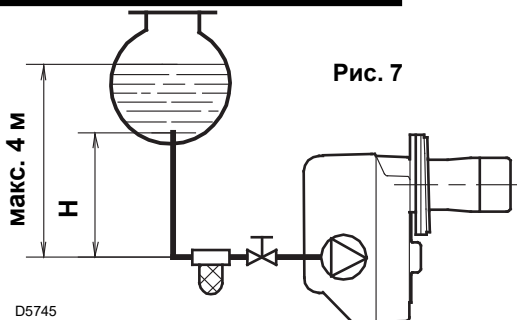
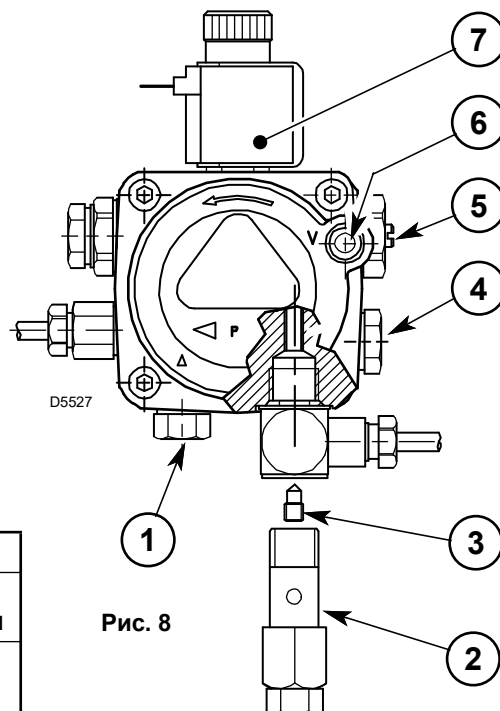

Рис. 7
Рис. 8
- Насос предназначен для работы в режиме двухходовой системы. Для работы в режиме одноходовой системы необходимо открутить штифт 2), снять перепускной винт (3), затем закрутить (2) (см. рис. 8).
В системе на рис. 7 достаточно ослабить штуцер вакуумметра (6, рис. 8) и подождать, пока начнет вытекать топливо.
Замедлитель устанавливается на заводе на 9 бар. Манометр для проверки давления устанавливается вместо колпачка (4, рис. 8, стр. 4). Если необходимо повторно отрегулировать или изменить это давление, достаточно открутить винт (8) и повернуть винт (7).